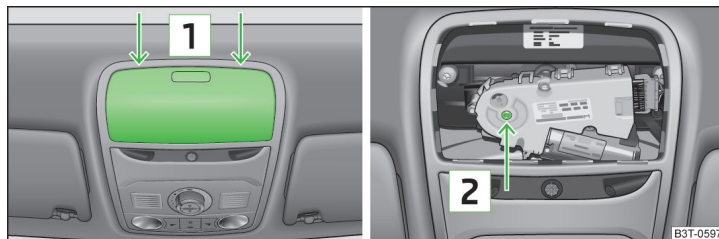

Fig. 193 Punct de amplasare a șurubelniței/orificiul pentru amplasarea cheii
- › Introduceți o șurubelniță de cca. 5 mm lățime în fantă, cu atenție, în locul marcat cu săgeți [1] » fig. 193.